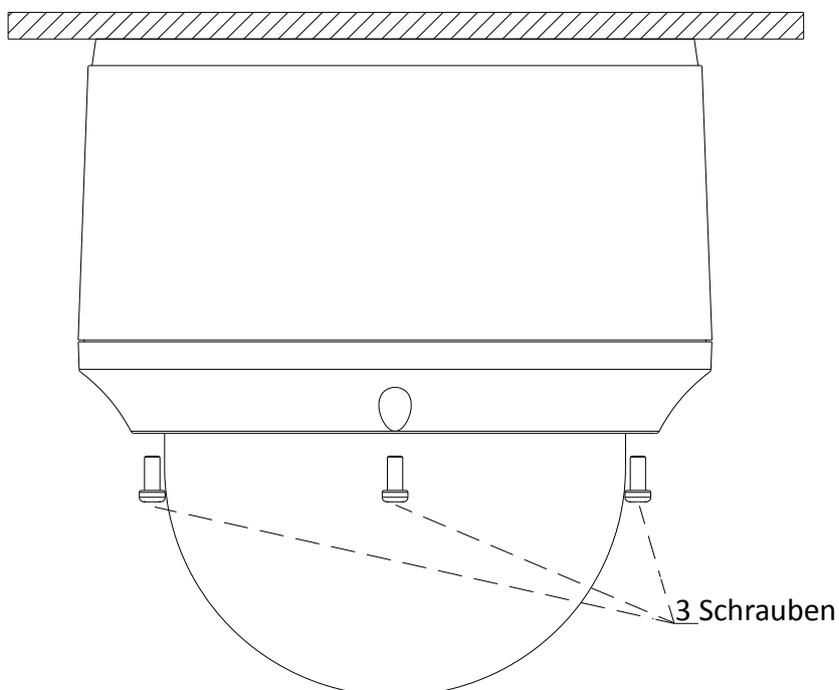

Abbildung 1-9 Anbringen des Dome-Unterteils
12. Fixieren Sie es mit dem Dome-Unterteil mit den drei Schrauben wie in Abbildung 1-9 gezeigt.